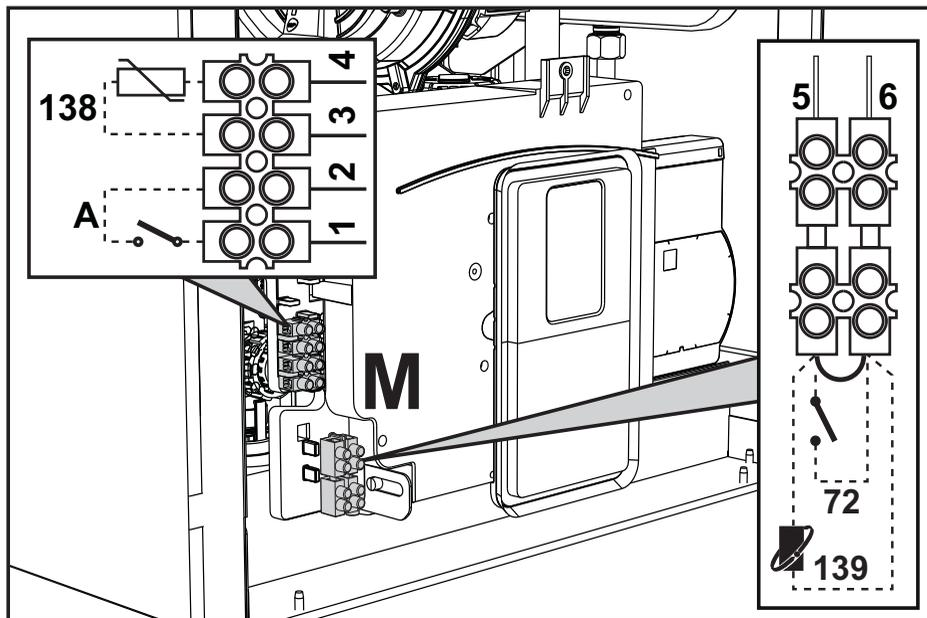

fig. 29
Tras quitar el panel frontal ("Apertura del panel frontal" en la página 123), es posible acceder a los bornes. **Los bornes 1-2 y 5-6, indicados en la fig. 29, deben tener contactos secos (no 230 V).** La posición de los bornes para las diferentes conexiones también se ilustra en el esquema eléctrico de la fig. 81.
2.5.5 Configuración del interruptor ON/OFF (A de fig. 29)